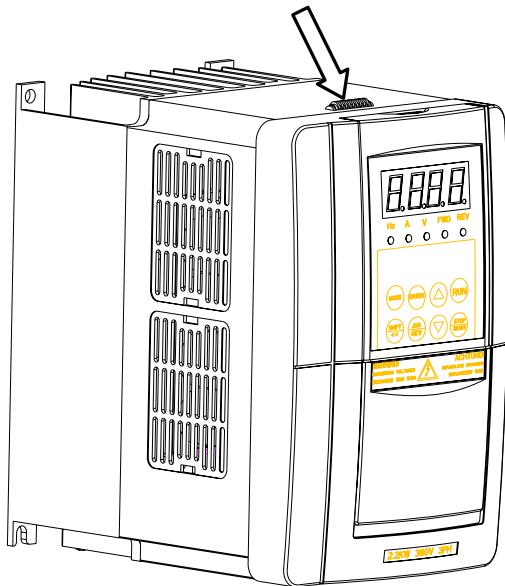
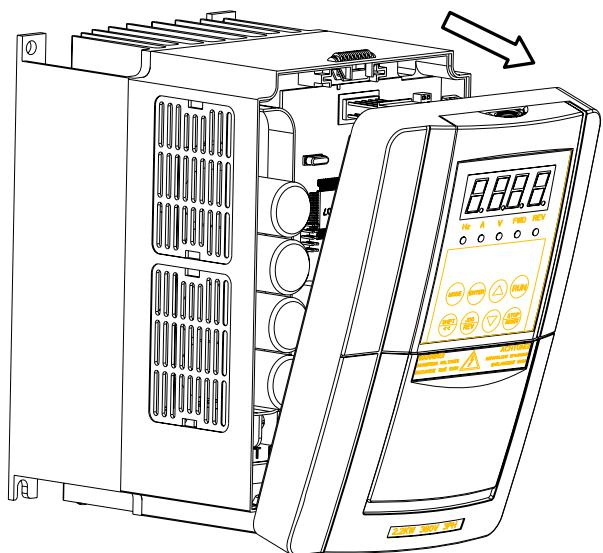

图 3-4 机型 A 上盖的拆卸图
图 3-5 机型 A 上盖的拆卸图
1、机型 A 上盖的拆卸：手指用力按变频器上方的凸起处（图 3-4 箭头所指）上盖松开后拉 30~50mm（如图 3-5 所示），再往上提，即可打开变频器的上盖。